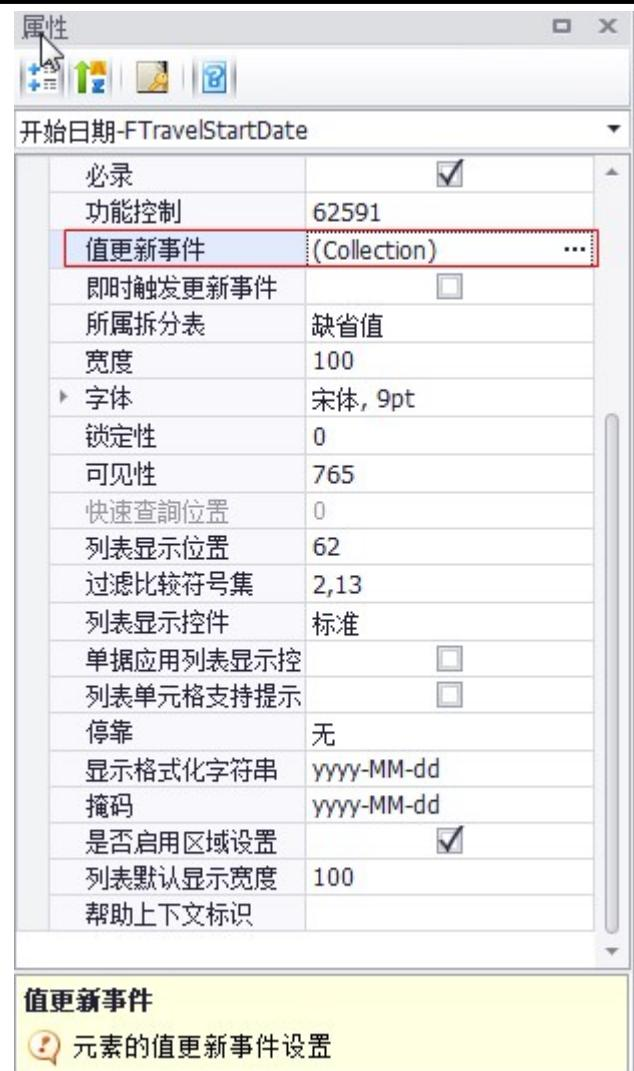
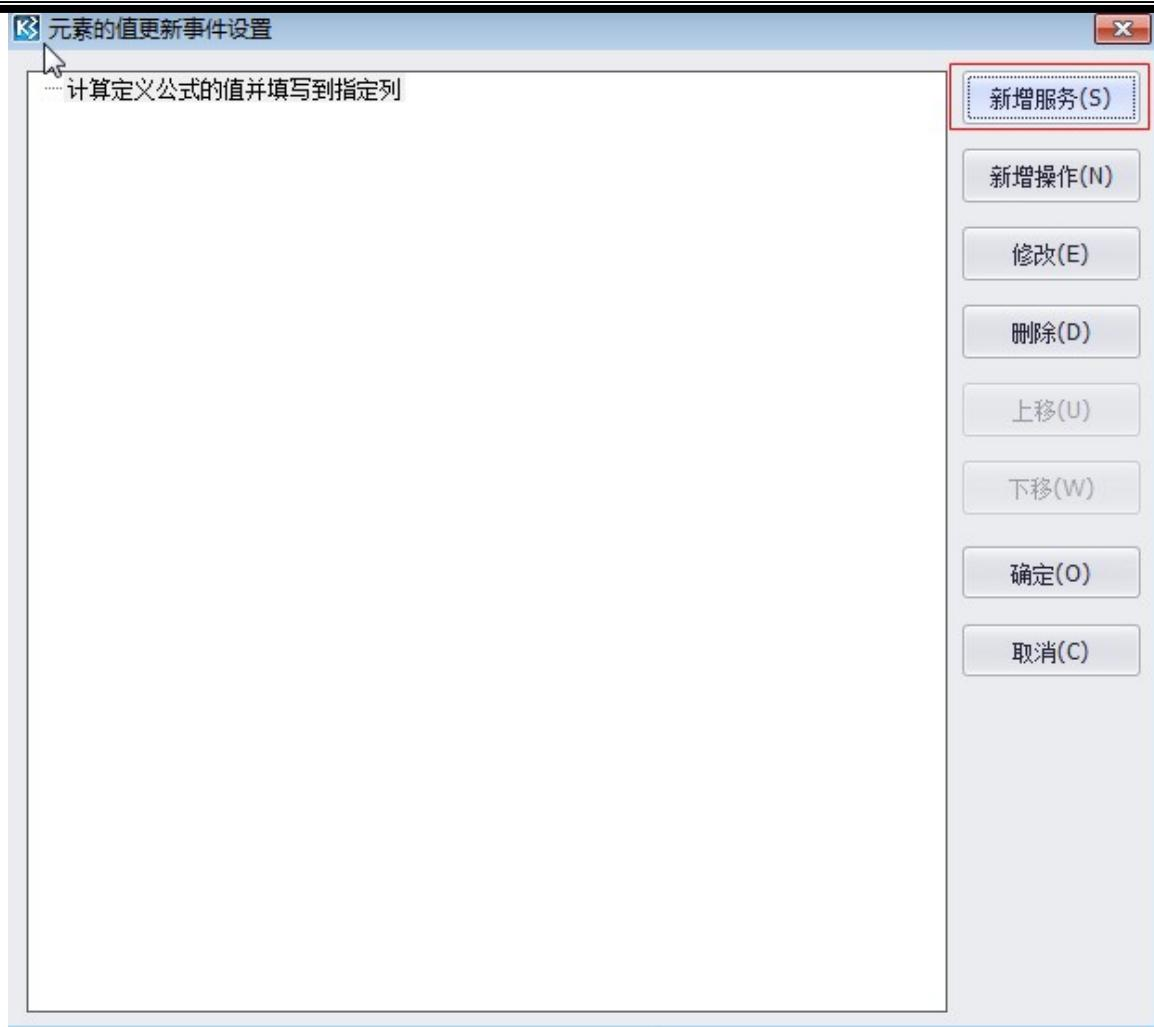
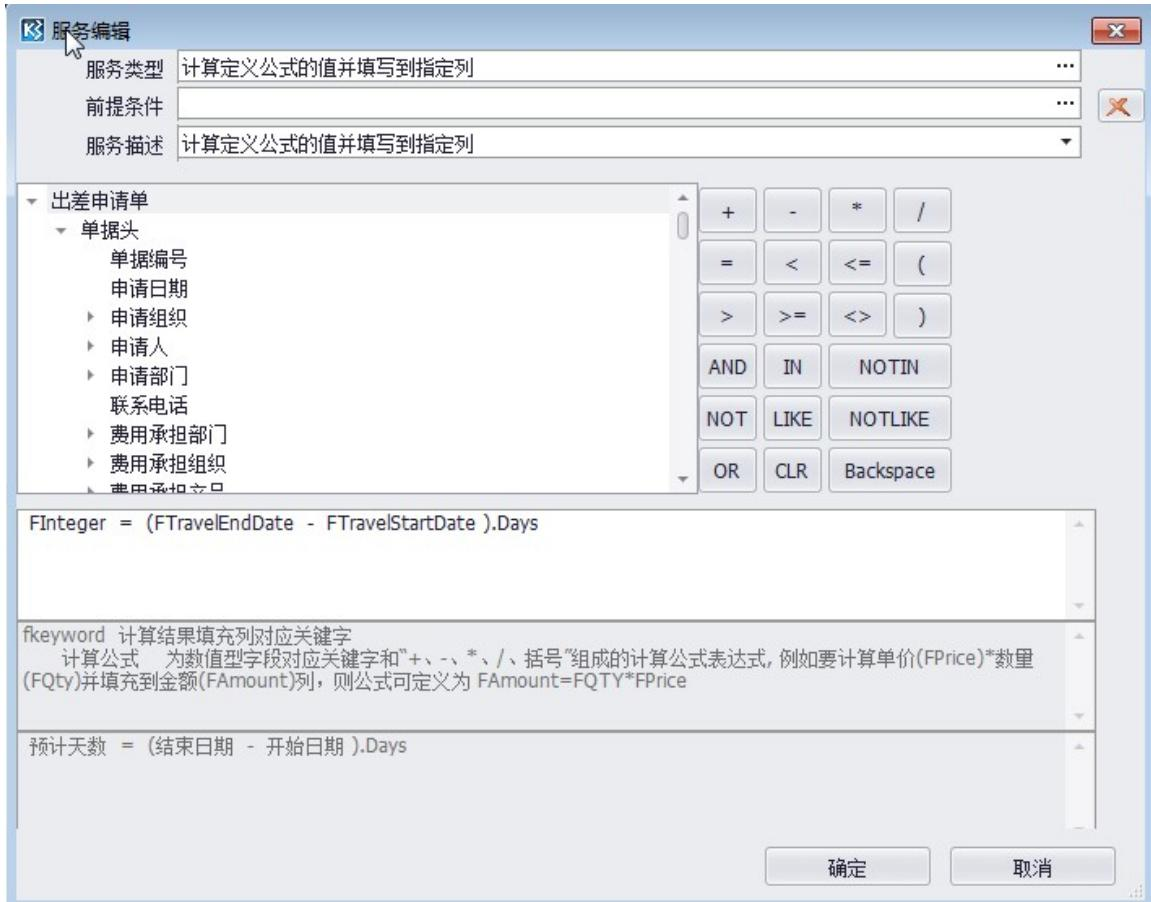

图 3-1-8 属性框设置值更新事件
图 3-1-9 新增服务
图 3-1-10 设置事件处理逻辑
- 7、预计天数=（结束日期-开始日期）+1，需要在开始日期和结束日期分别增加值更新事件完成前面的计算逻辑。选择“开始日期”字段，在“属性框”中选择值更新事件，在弹出界面中选择【新增服务】，选择服务名称为“计算定义公式的值并填写到指定列”，然后可以按照实际情况设置公式。同理，设置“结束日期”字段（注意：设置“计算定义公式的值并填写到指定列”的事件一定要同时设置计算公式中几个数据源对应的值更新事件）。如图 3-1-8、图 3-1-9、图 3-1-10 所示：